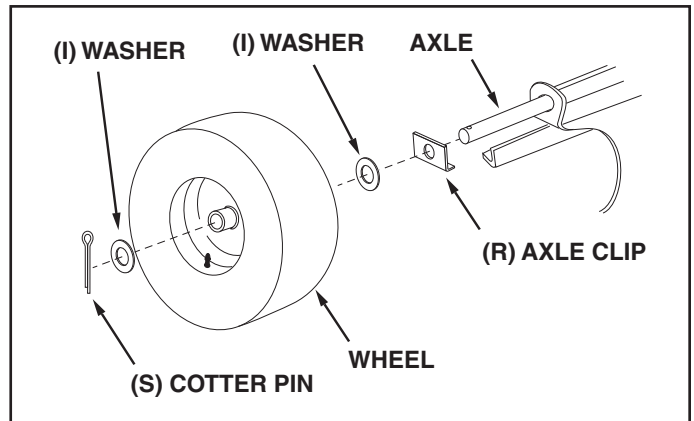

FIGURE 6
12. Assemble an axle clip (S), a 5/8" washer (I), a wheel with the valve stem facing out, and another 5/8" washer (I) onto the axle. Secure them in place with a 1/8" x 1-1/4" cotter pin (S). Repeat for other wheel. See figure 6.
12. Montez une attache d'essieu (S), une rondelle plate (I), une roue avec la tige de la valve face à l'extérieur de l'essieu, une autre rondelle plate (I) sur l'essieu comme montré dans la figure 6. Fixez solidement la roue sur l'essieu au moyen d'une goupille, en écartant ses extrémités. Répétez l'opération pour l'autre extrémité de l'essieu. Voir la figure 6.